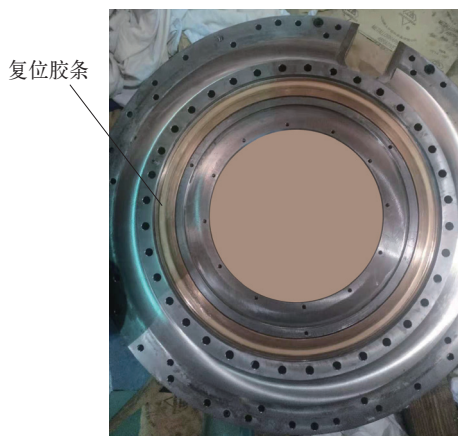

图10 复位胶条厚度不够
12) 重新拆卸制动器，发现铜质制动鼓没有完全复位，原因是复位胶条的厚度不够（见图10），当液压释放后，不能完全复位制动鼓。经过测量，制动盘端面到制动鼓之间还需要增加1mm的距离，才能完全对制动鼓进行复位。使用厚度1mm软性铝